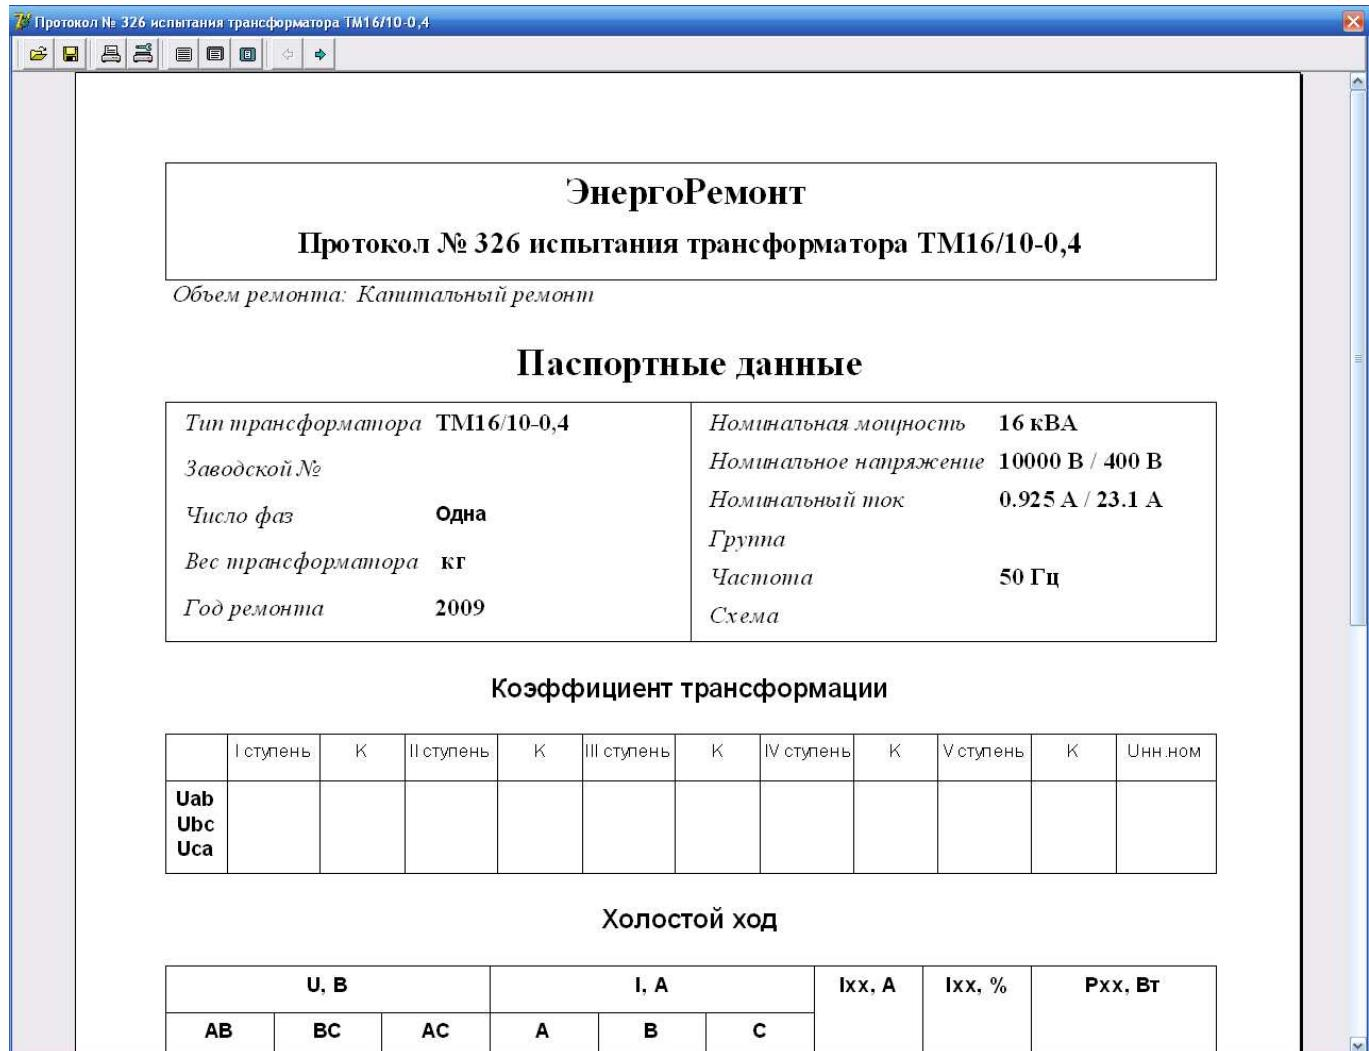

Рис. 12
2.10.1. После создания нового протокола (см. п. 2.9) на экране появляется окно работы с протоколом рис. 12.